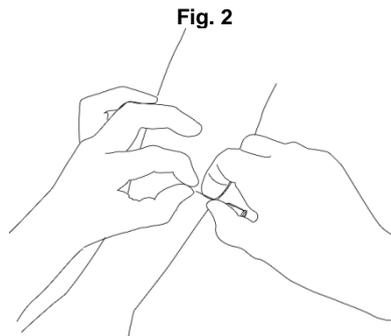
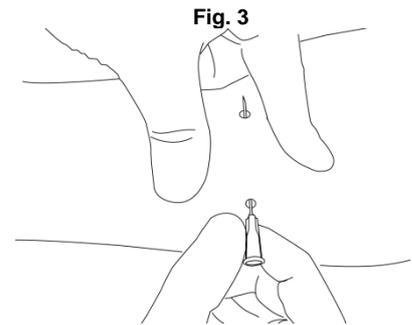

Fig. 2
Fig. 3
2. Prendere la cannula dell'introduttore ed inserirla attraverso il segno circolare che contrassegna il foro di uscita (fig. 2) e proseguire attraverso la pelle fino al segno del foro di ingresso del catetere (fig. 3). Evitare la penetrazione nelle marcature.